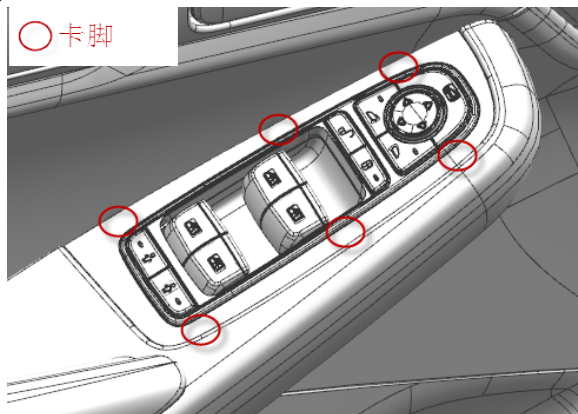

图 7-1 开关面板拆卸示意图
(1) 如图7.1, 用缠有保护胶带的小号一字螺丝刀将开关面板图示画圈处的卡脚(6个)依次向上撬出, 注意不要划伤开关面板和门板;